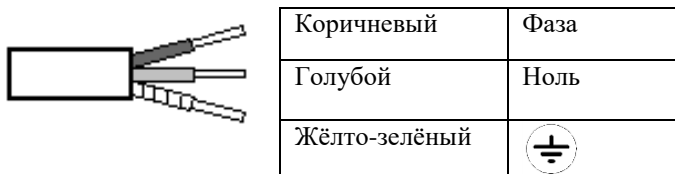

Рисунок 1. Схема подключения светильника
5.3. Подсоединить сетевые провода согласно схеме подключения (рисунок 1).